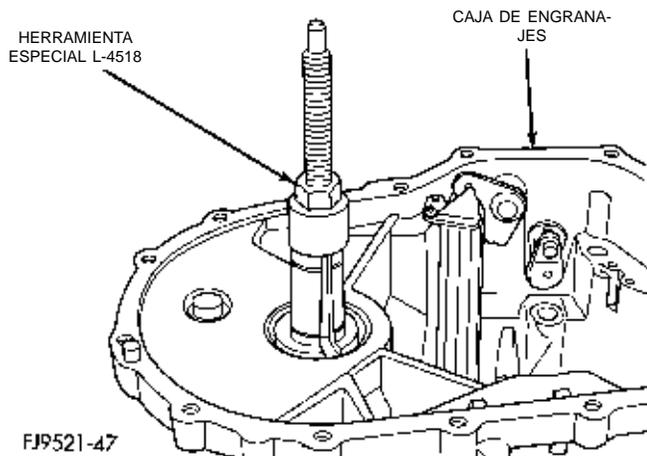

Fig. 131 Herramienta instalada en el cojinete
(2) Instale la herramienta Miller N° L-4518 en la cubeta de cojinete del diferencial (Fig. 131).